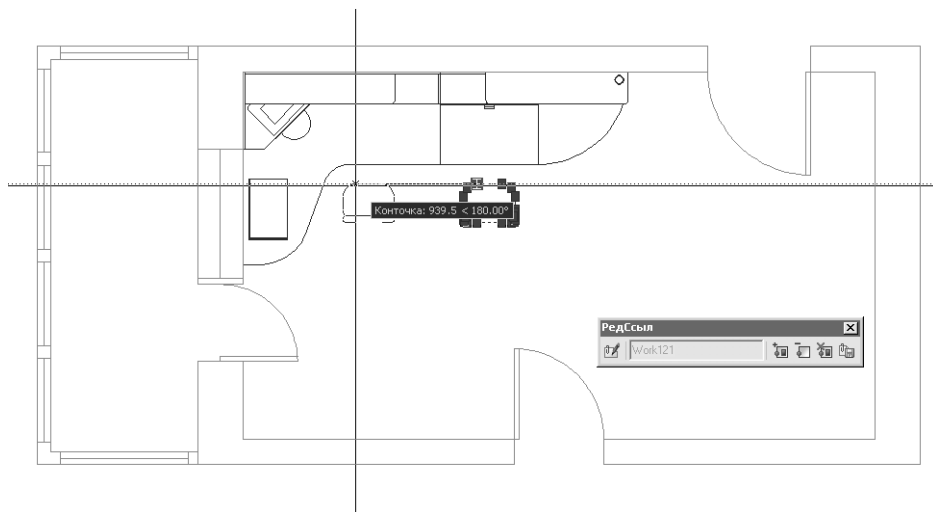

Рис. 12.18 ▼ Копирование объектов внешней ссылки в режиме редактирования с помощью маркеров выделения
6. Нажмите **Пробел**, чтобы переключиться из режима **Расчленив** (STRETCH) в режим **Перемещение** (MOVE). Введите **Копировать** (COPY) или просто **к** (C) для включения подрежима копирования.
7. Переместите копию выделенных объектов в направлении рабочего места старшеклассника (рис. 12.18).